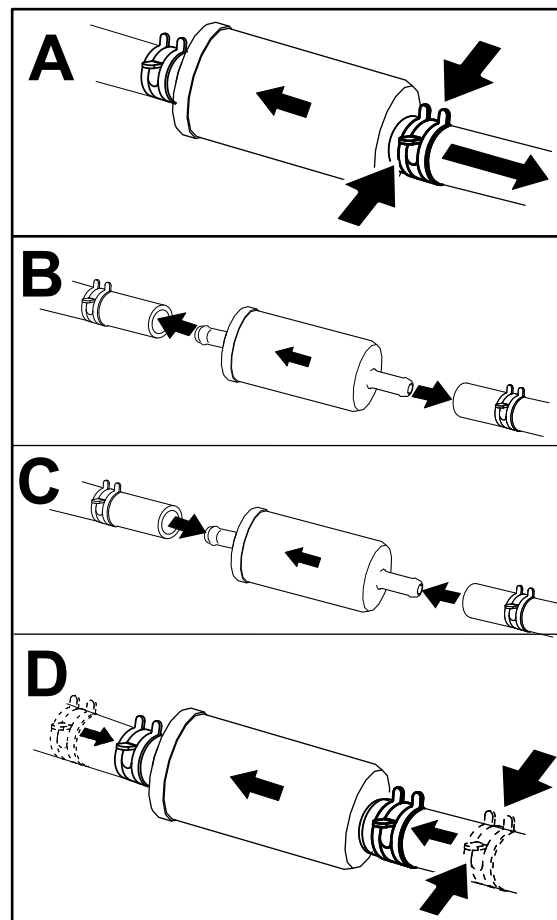

Bild 34
5. Stellen Sie einen sauberen Behälter unter den Kraftstofffilter und tauschen Sie den Kraftstofffilter aus, wie in Bild 34 abgebildet.